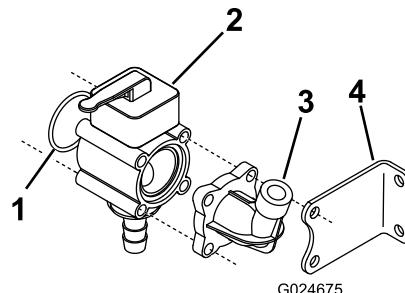

Figura 4
- Instale la junta tórica, el conjunto de válvula manual, el conector del manómetro que retiró anteriormente y el soporte estabilizador, usando las 4 varillas roscadas y las arandelas planas y las tuercas que se guardaron; consulte Figura 4.